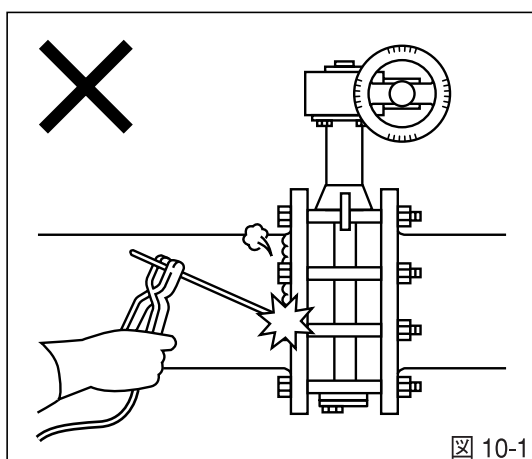

図 10-1
- フランジ溶接時の注意：配管フランジを溶接する場合、バルブの取り付けは、フランジの温度が十分に下がってからにしてください（素手でさわれる程度）。また、バルブを取り付けた状態でフランジ溶接、溶接補修は絶対に行わないでください。(図10-1)